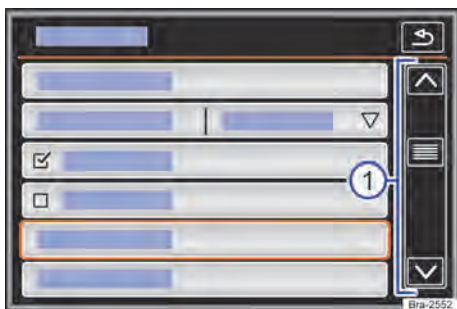

Fig. 116 Representação esquemática: entradas de lista, menu de configurações.
Se em uma exibição de lista houver mais registros selecionáveis do que podem ser visualizados, são mostradas superfícies de função para a rolagem ou uma barra de rolagem à direita na imagem → Fig. 116 ①.
As entradas de lista podem ser acessadas pelo toque direto no display, ou por meio do botão de regulagem → Fig. 116 ①.